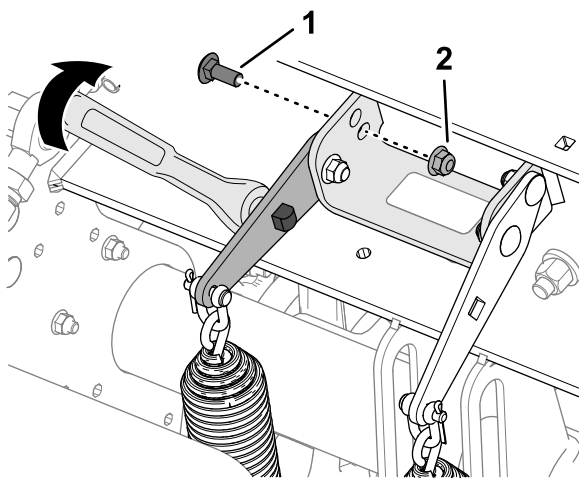

Figura 119
4. Introduceți o cheie cu clichet de 1/2" sau o bară de rupere în orificiul pătrat din placa de tensionare cu arc (Figura 119).